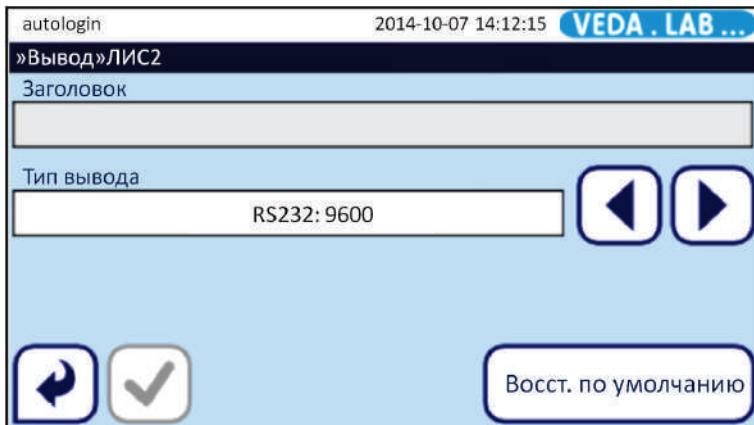

Рис. 46: Меню Передача>ЛИС2 (Transfer>LIS2)
- 3 В меню **Передача> LIS2** (**Output >LIS2**) коснитесь текстового поля **Заголовок** (**Header**) для входа в меню (см. Рис. 46) и введите текст заголовка для передаваемых данных.